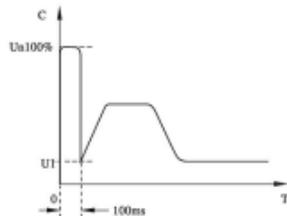
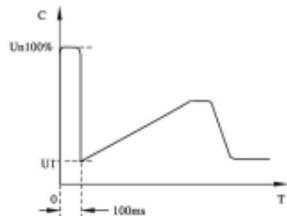

图5.5.1
图5.5.2
- 代码P8设置2（突跳+限流）或设置3（突跳+电压）起动模式，图5.5.1和图5.5.2给出了突跳起动模式的输出变化波形。在某些重载场合下，由于机械静摩擦力的影响而不能起动电机时，可选用此种起动模式。在起动时，先对电动机施加一个较高的固定电压并持续有限的一段时间，以克服电动机负载的静摩擦力使电机转动，然后按限电流或电压斜坡的方式起动。